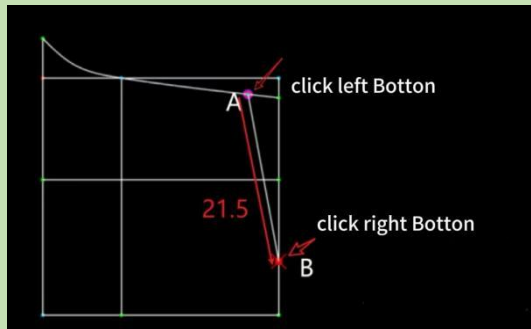

Figure4-43
1. Click on point A. ( Figure4-43 ) 。